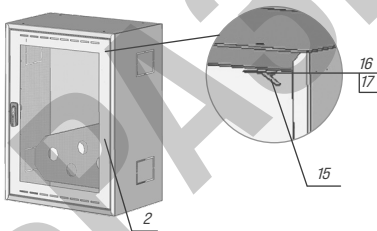

Рисунок 10
6.3 Для монтажа встроенного шкафа необходимо открыть дверь (двери) 2, отогнуть планку 15 (рисунок 10) и вытащить заклепку 16 с шайбой 17, после чего демонтировать дверь. Корпус вставить в строительную нишу и закрепить его в нише. Зазоры между корпусом и стенками ниши заполнить строительным раствором. Затем произвести монтаж пожарного крана. Затем необходимо вставить раму в корпус 1 (см. рис. 11) и закрепить ее с помощью болтов и гаек М6 из комплекта поставки рамы через отверстия $\varnothing 7$. Затем необходимо вставить дверь 2 в раму при помощи заклепки 16, шайбы 17 и подогнуть планки 15, а затем разместить в корпусе оборудование пожарного крана. Дверь закрыть на замок 6. Монтаж углового пожарного крана с условным проходом DN 65 мм вести с применением муфты по ГОСТ 8954, сгона по ГОСТ 8969 и контргайки по ГОСТ 8968.